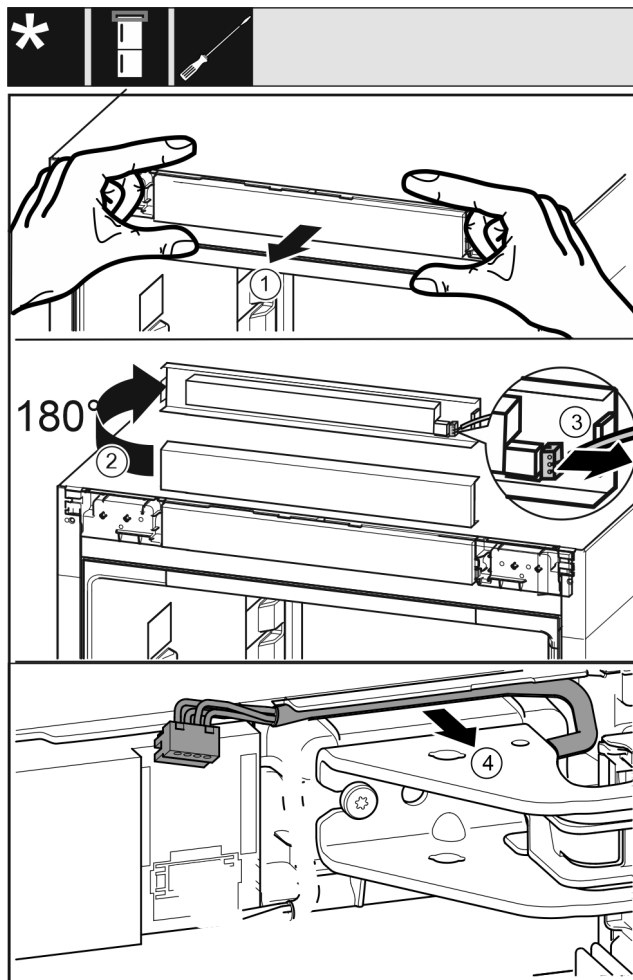

Fig. 19
- Λύστε την πρόσοψη χειρισμού της συσκευής προσεκτικά προς τα εμπρός. Fig. 19 (1)
- Περιστρέψτε την πρόσοψη χειρισμού προς τα επάνω κατά 180°. Fig. 19 (2)
- Πιέστε την προεξοχή ασφάλισης προς τα πίσω και τραβήξτε προσεκτικά έξω το φισ. Fig. 19 (3)
- Απελευθερώστε το καλώδιο πάνω από το στήριγμα προσεκτικά από τον οδηγό. Fig. 19 (4)